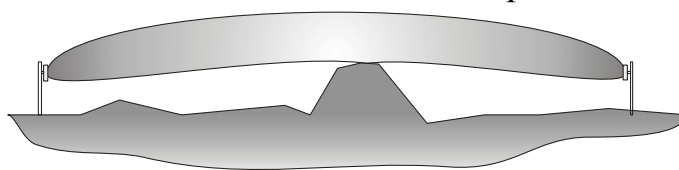

Рис. 10.1
10.1.1 Участок между БПРД и БПРМ изделия должен удовлетворять следующим требованиям: а) поверхность участка должна быть выровнена с точностью  $\pm 0,3$  м на отрезке рубежа, где ЗО соприкасается с поверхностью земли. При больших положительных отклонениях верхние кромки препятствий могут образовывать достаточно мощные вторичные источники радиоволн или вообще экранировать БПРМ от БПРД. При ослаблении сигнала уменьшается соотношение сигнал/помеха, что может приводить к снижению периода ложных тревог. На рис. 10.1 показан случай, когда высота препятствия достигает высоты условной осевой линии, проведенной через центры БПРД и БПРМ. ЗО искажается, и образуются возможности для ее бесконтрольного